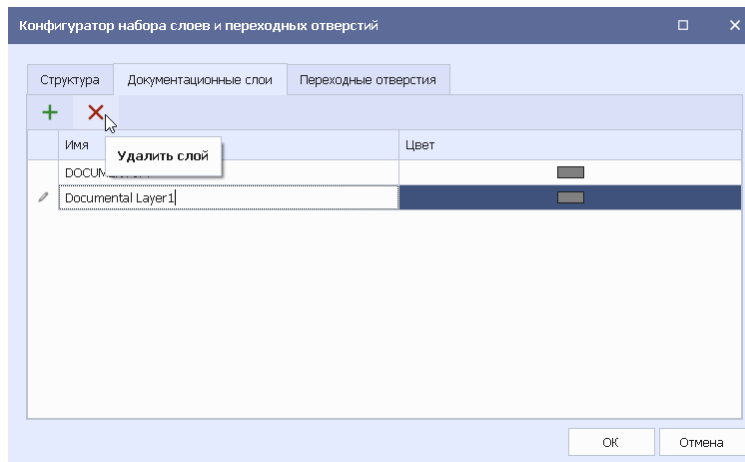

Рис. 25 Удаление документационного слоя
2. Выбрать в таблице документационный слой, который необходимо удалить и нажать кнопку «Удалить слой», см. Рис. 25.